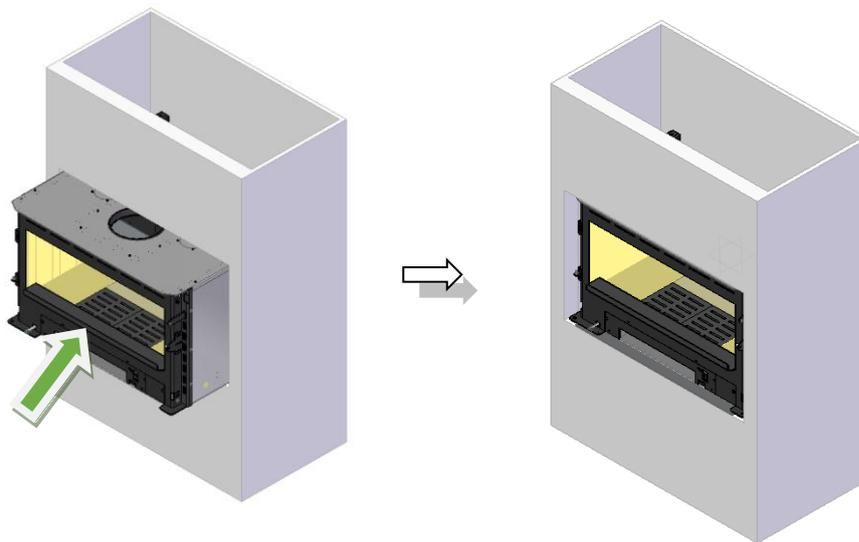

**Figure 10 - Désolidariser la porte des supports**
9. N'oubliez pas que lorsque vous mettez l'équipement en place, vous devez retirer la porte en la soulevant vers le haut afin de la retirer des supports, Figure 10. Si votre équipement est une porte en tôle, il est conseillé de retirer également le panneau inférieur, en desserrant les vis latérales comme indiqué sur la Figure 11. S'il s'agit d'un équipement à porte vitrée, il n'y a pas de panneau inférieur.